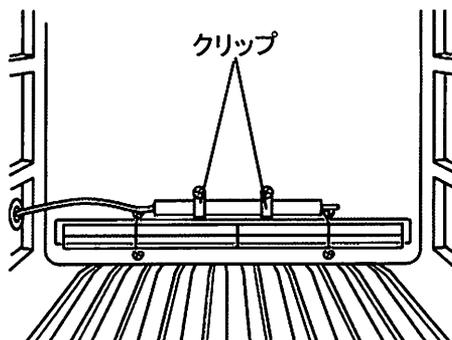

図9
5. 記録計取付金具(MPR-S30:別売品)に同梱されているクリップ(大)を用いて、記録計の感温部を保冷库内奥側の取付孔に固定します。(図9)